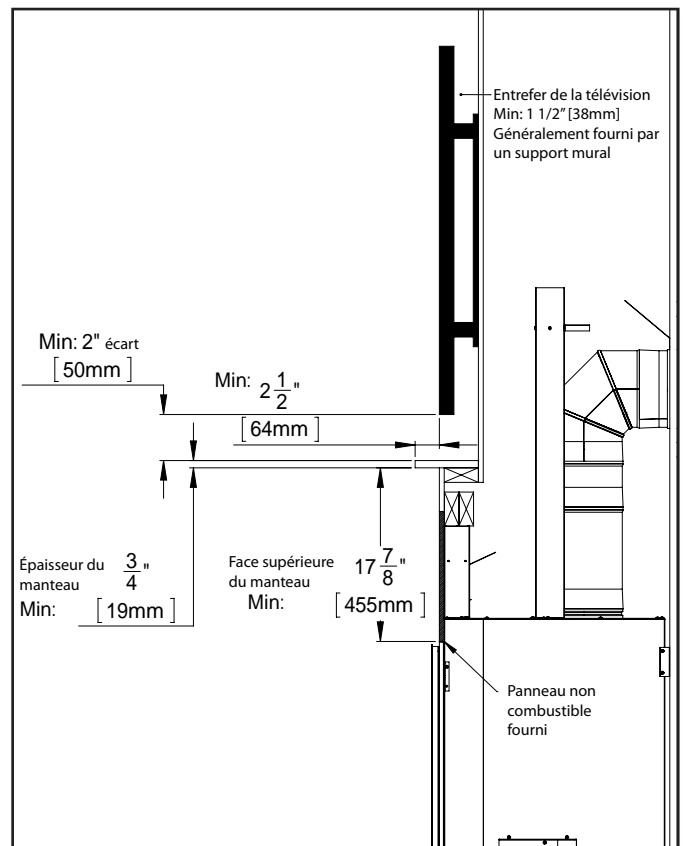

Figure 58: Installation minimale du téléviseur dans une niche
**Installation encastrée :** Maintenez toujours les dégagements minimaux (voir Figure 58). La profondeur totale du téléviseur et du support mural ainsi que la profondeur de l'encastrement détermineront le minimum si un manteau est recommandé ou non. Un manteau peut ne pas être nécessaire si le téléviseur et le support sont suffisamment discrets.